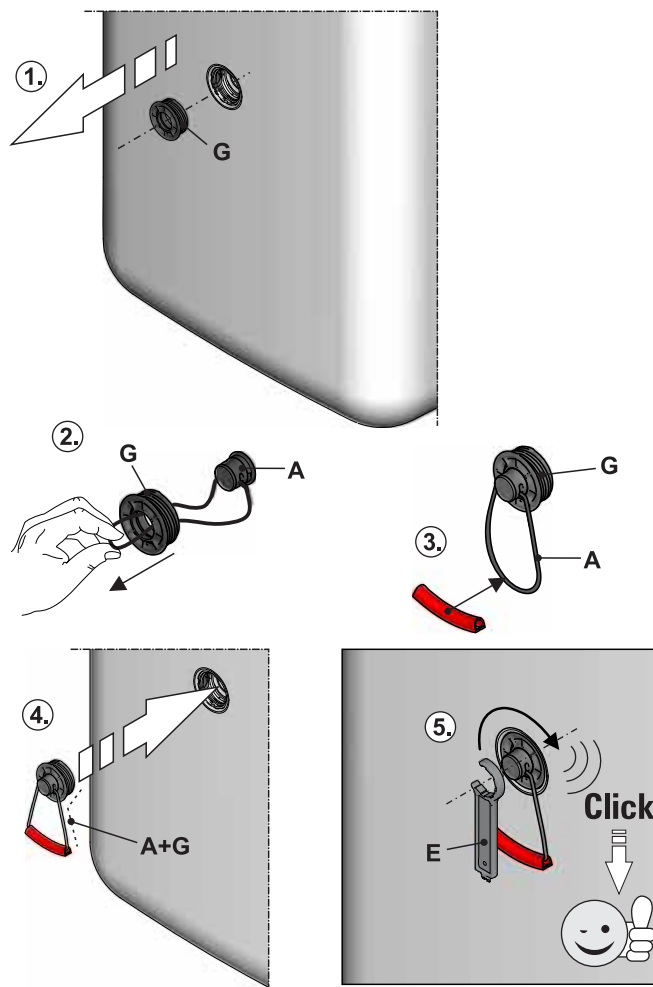

Fig. 4-4 Montaggio delle maniglie
- Svitare dal bollitore gli inserti filettati (fig. 4-4, pos. G), sui quali vanno montate le maniglie.